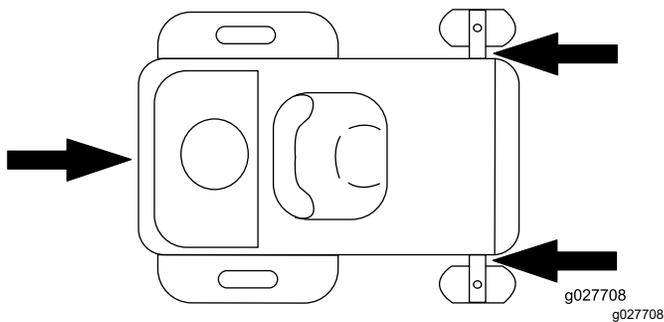

Figura 30
- Sujete la máquina firmemente al remolque o al camión con cadenas, correas, cables o cuerdas. Utilice únicamente los lugares designados de amarre en el cortacésped, tal y como se muestra en la Figura 30. Utilice estos lugares incluso al transportar el cortacésped con un accesorio conectado. El uso de lugares no designados para este fin pueden producir daños en el cortacésped y/o en el accesorio.